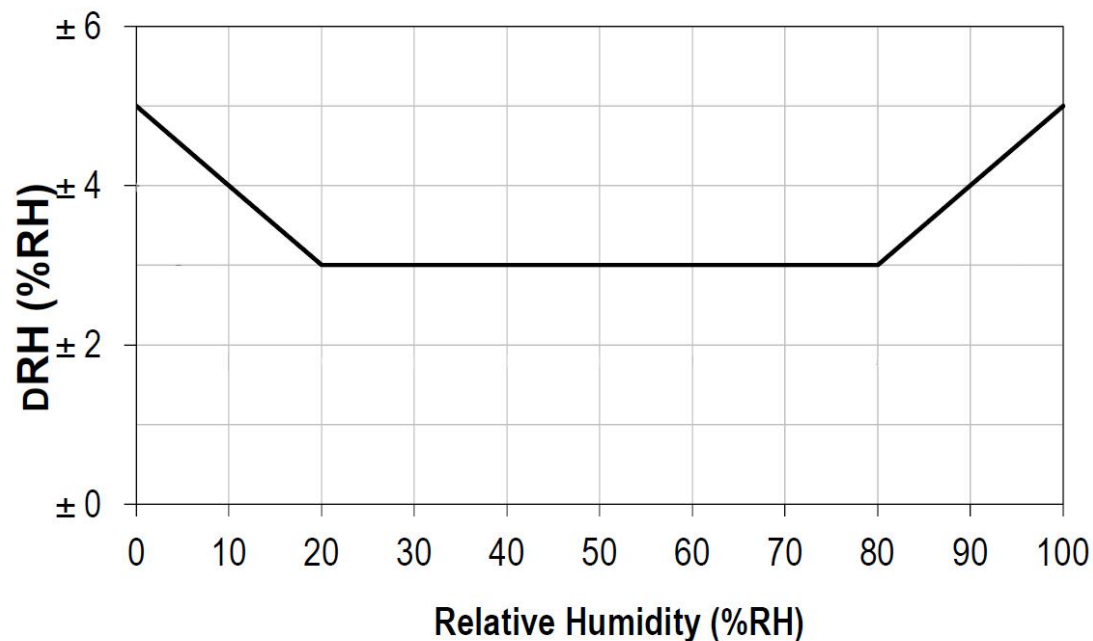

Рисунок 4.1 – Похибка вимірювання вологості
- точність вимірювання вологості – 3-5% (в залежності від діапазону вимірювання, див. рисунок 4.1).